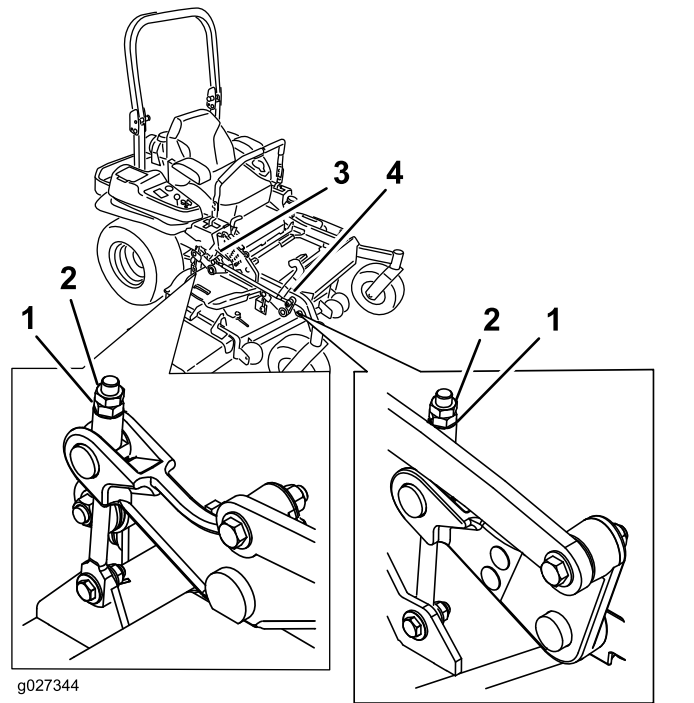

Figure 97
10. Ajustez précisément le serrage de l'écrou de réglage sur l'ensemble de levage du tablier avant (Figure 97).
16. Ajustez précisément la vis de réglage en la tournant jusqu'à obtention d'une hauteur de 8,3 mm (3¼ po) (Figure 97).